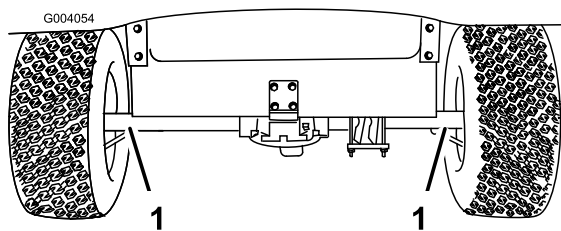
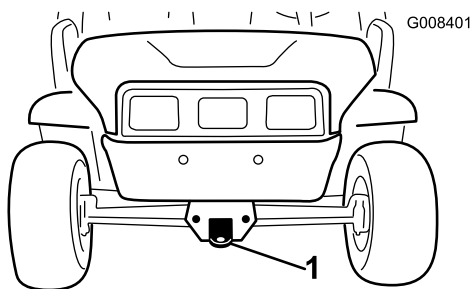

Figura 20
Figura 21
Em distâncias longas, transporte o veículo num atrelado. Verifique se o veículo se encontra bem preso ao atrelado. Consulte Figura 20 e Figura 21 para localizar os pontos de fixação do veículo.
2. Ate um cabo de reboque ao garfo, na parte dianteira do chassis (Figura 21).